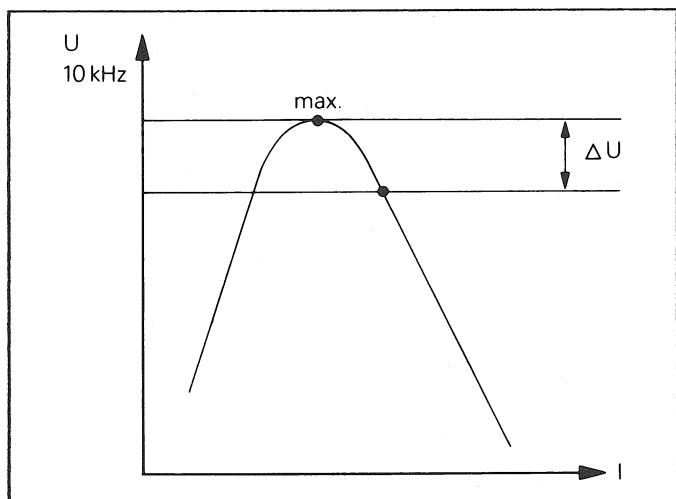

Fig. 12
- Vorsichtig im Uhrzeigersinn weiterdrehen, bis die Spannungsdifferenz (∅) gemäss Fig. 12 erreicht ist.
- Gerät auf STOP und Oszilloskop mit Masse an Messpunkt 39 des Extender Boards und am PREAMPLIFIER BOARD an Pin 5 IC103 (CH1) bzw. Pin 5 IC203 (CH2) anschliessen (Fig. 12).
- Mit L102 (CH1) bzw. L202 (CH2) auf minimale HF am Oszilloskop einstellen (Fig. 12).